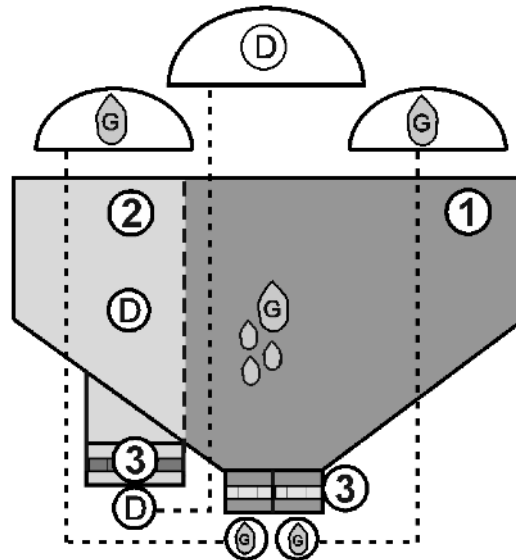

Рис. 25
- Средние дозаторы оснастите дозирующими катушками для удобрений (Рис. 25/3).